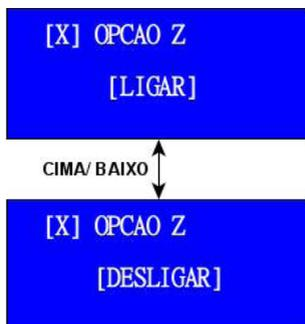

Figura 6.3: Seleção da ação
No menu da IHM existem ainda as telas para a confirmação de ações, como mostrado na Figura 6.3 na página 6-4, para o caso de serem selecionadas as opções COMANDOS ou CONFIGURACOES.
- 4) Utilizando as teclas de navegação, selecionar a opção para LIGAR ou DESLIGAR o inversor, conforme Figura 6.3 na página 6-4.